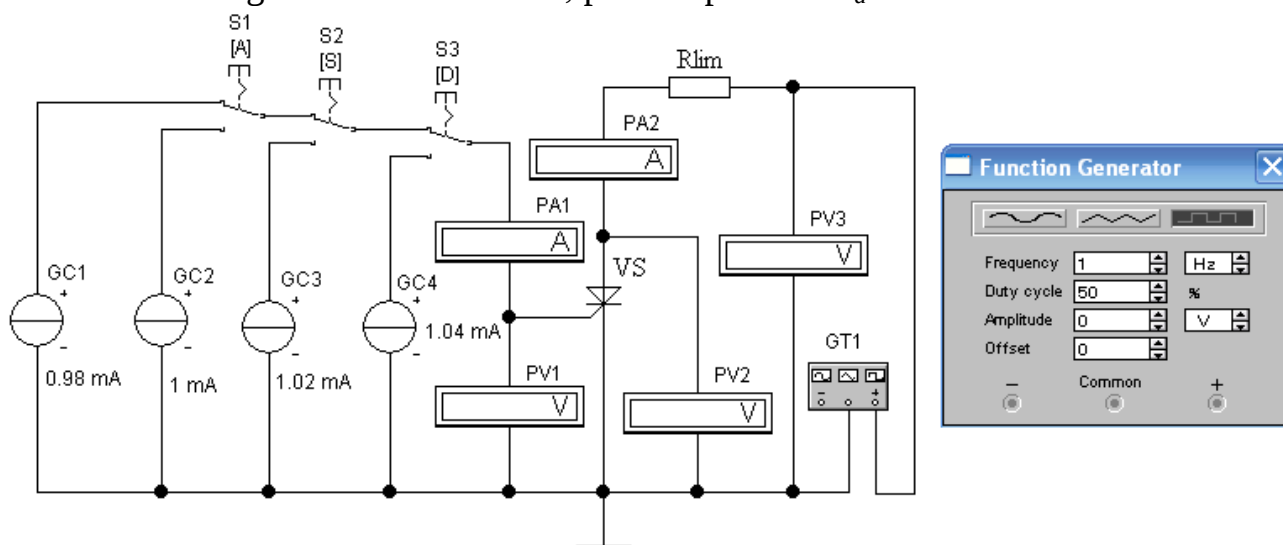

Figura 2 - Circuitul de ridicare a caracteristicilor curent-tensiune $I_a = f(U_{a-c})/I_{com} = \text{const.}$
1.1 Accesați programul „Electronics Workbench”, care se află pe suprafața de lucru a calculatorului, prin clic dublu stânga pe iconița respectivă. Apoi deschideți mapa „luc_lab_deme” din discul „D”, intrați în mapa „tiristor” și deschideți fișierul „tir_tir_01.ewb”, pe ecran apare circuitul din figura 2. În circuit sunt utilizate: